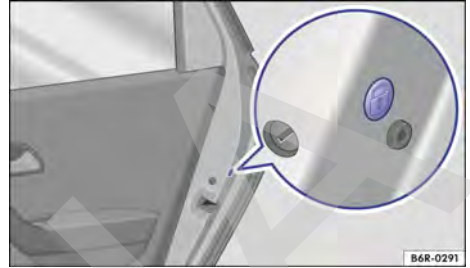

Fig. 59 En la puerta trasera: cierre de emergencia, cubierto por una junta de goma.
- Retirar el burlete de goma  en la lateral de la puerta → fig. 59.